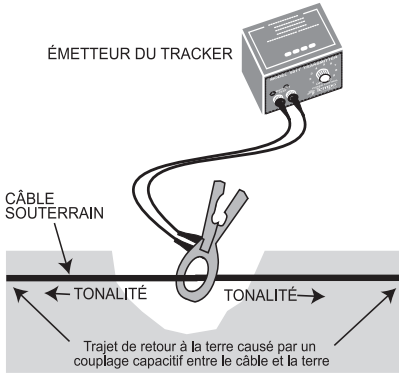

Fig. 11. Couplage à mi-trajet
2. **Couplage à mi-trajet :** Si le câble testé est relativement long, le courant peut retourner à la terre car la tonalité est transmise dans les deux sens. (Voir fig. 11)